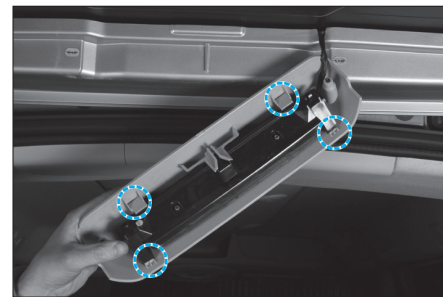

Fig. 78
• Dégrafer et séparer la garniture du troisième feu stop (Fig.78).